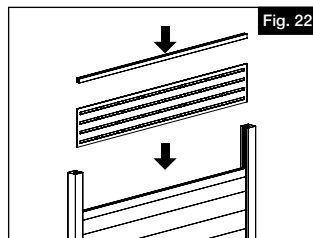

Fig. 22
- c.) Insérer le panneau-écran décoratif dans la traverse intermédiaire et les adaptateurs latéraux des poteaux, puis fixer la traverse supérieure au haut de l'assemblage (Fig. 22).